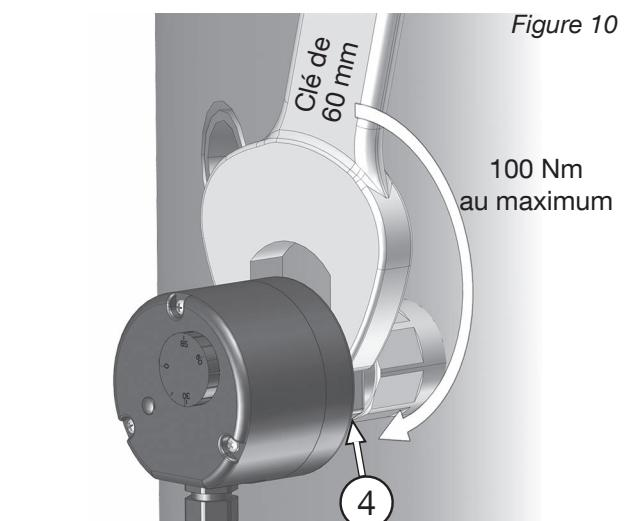

Figure 10
Finalement, serrer à fond le thermoplongeur au niveau de l'hexagone du corps (4) à l'aide d'une clé de 60 mm à un couple de 100 Nm (fig. 10).